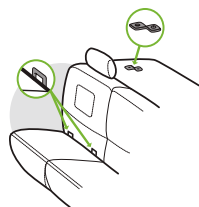

Figure 4
- DUA signifie dispositif universel d'ancrage. Ce terme fait référence aux ancrages intégrés dans un véhicule pour fixer l'ensemble de retenue pour enfant qui consiste de deux ancrages inférieurs situés au pli entre le dossier et le Coussin de Siège du véhicule et d'un ancrage de courroie derrière le siège du véhicule tel qu'illustré dans la **Figure 4**.